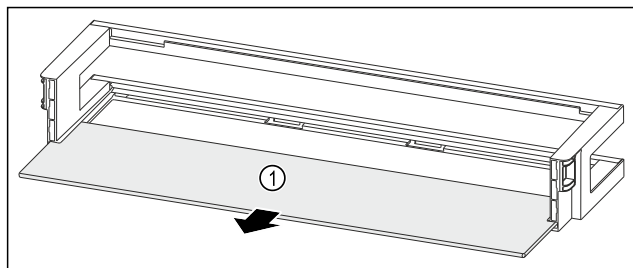

Fig. 115 Balconcino controporta con ripiano
- Rimuovere il ripiano Fig. 115 (1).